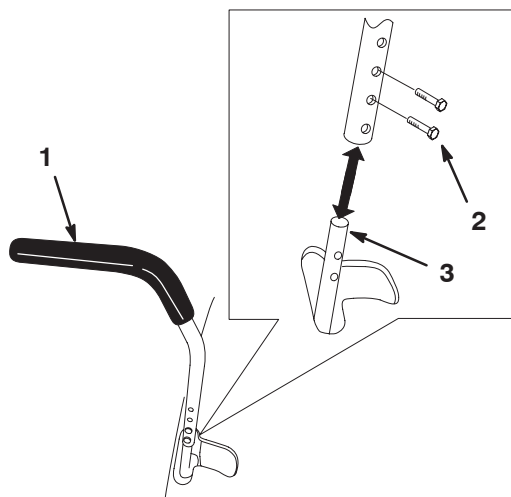

Figure 13
1. Enlevez les 2 boulons qui fixent le levier de commande à l'arbre du bras de commande (Fig. 13).
2. Placez le levier de commande dans les trous suivants. Fixez le levier avec les 2 boulons (Fig. 13).